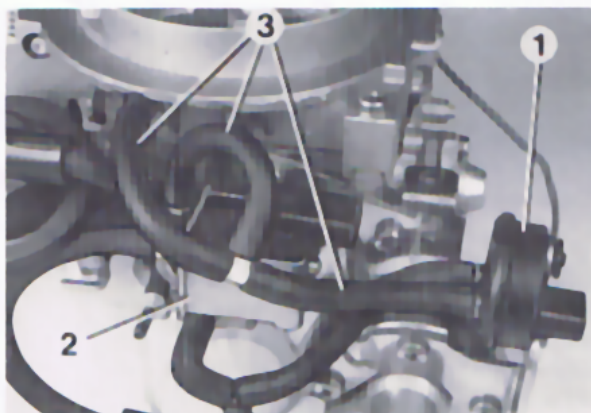

Bild 1 Vor dem Einbau
**Hinweise für den Einbau (Bild 1 und 2)**
- Schläuche (3) einschließlich der Farbkennringe entfernen.
- Thermozeitventil (1) bzw. Elektro-Umschaltventil (2) erneuern.
- Labyrinthkappe (4) ohne Farbkennring auf Thermozeitventil bzw. Elektro-